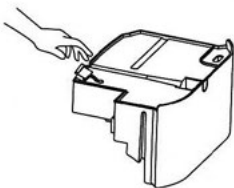

fig. 3
3. Trekk ut gummipluggen, vipp tanken over vasken og hell ut vannet (fig. 3). Ved helling må du passe på at klaffen (8) ikke faller ut av tanken.